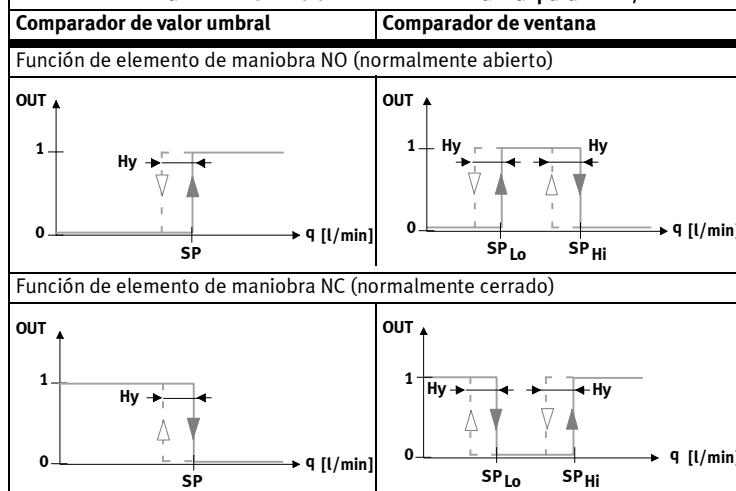

Fig. 9
- Para medición de caudal [FLW]: Puntos de conmutación [SP] e histéresis [Hy] → Fig. 9.